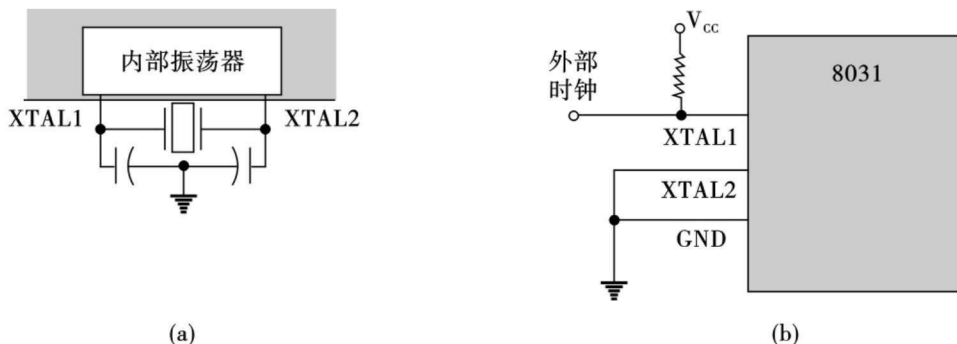

图 1.4 时钟引脚的接线方式
(1) 电源: 电源为整个单片机系统提供能源。单片机的 40 脚(V_{CC})接电源 +5 V 端, 20 脚(V_{SS})接电源地端。
(2) 内部时钟电路: 在 51 单片机的内部有一个高增益的反相放大器, 其输入端为引脚 XTAL1(19), 输出端为 XTAL2(18), 我们只要在外部接上两个电容和一个晶振, 就能构成一个稳定的自激振荡器, 如图 1.4(a) 所示。晶振的大小与单片机的振荡频率有关, 常使用 6 MHz 或 12 MHz, 在通信系统中则常用 11.0592 MHz。电容的大小影响着振荡器振荡的稳定性和起振的快速性, 通常选择 10 ~ 30 p 的瓷片电容或校正电容; 在设计电路时, 晶振和电容应尽可能地靠近芯片, 以减少 PCB 板的分布电容, 保证振荡器振荡工作的稳定性, 提高系统的抗干扰能力。
(3) 外部时钟电路: 除了内部时钟方式外, 单片机还可以采用外部引入时钟的振荡方式, 什么时候需要采用外部时钟方式呢? 当系统由多片单片机组成时, 为了保证各单片机之间时钟信号的同步, 就应当引入唯一的公用的外部脉冲信号作为各单片机的振荡脉冲, 此时应将 XTAL2 悬空不用或接地, 外部脉冲信号由 XTAL1 引入, 如图 1.4(b) 所示, 外部信号的高低电平持续时间应大于 20 ms。
(4) 复位电路: 使单片机内各个寄存器的值变为初始状态的操作称为复位。复位后单片机会从程序的第一条指令运行, 避免出现混乱。